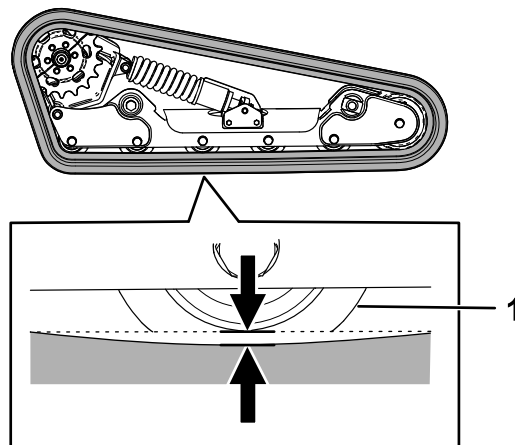

Figura 56
Levante/apoie um lado da máquina e utilizando o peso da lagarta, verifique se o espaço entre o fundo da aba da roda da estrada e a lagarta é de 13 mm, como se mostra na Figura 56. Caso contrário, ajuste a tensão da lagarta utilizando o seguinte procedimento.
- Utilizando uma chave de $\frac{1}{2}$ polegada, rode o parafuso tensionador até que a flexão da lagarta seja de 13 mm, como se mostra na Figura 56.
- Verifique se a deflexão da lagarta é de 13 mm, como se mostra na Figura 56. Efetue um novo ajuste, se necessário.
dos ponteiros do relógio até que a deflexão da lagarta seja de 12,7 mm, como se mostra na Figura 56.